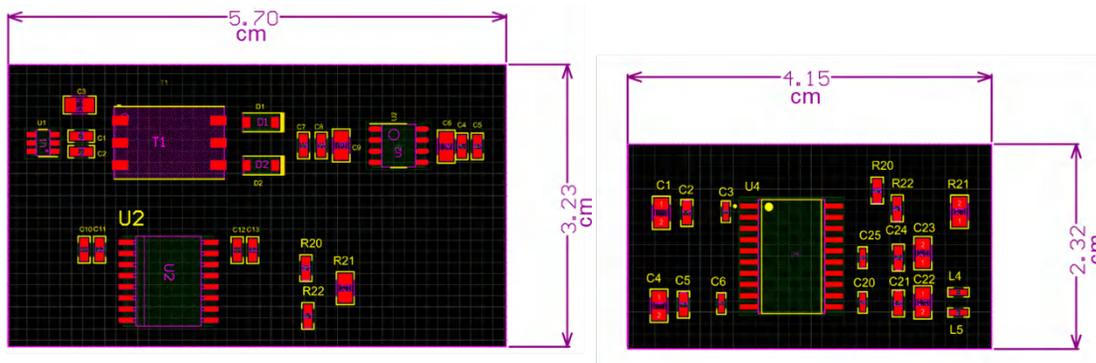

図 3. 分離 (左) と統合型 (右) の絶縁型 RS-485 サブシステムの基板面積の比較
- **基板面積の削減。** シングルチップ・ソリューションの主な利点の 1 つは、他の分離実装に比べて基板面積を削減できることです。システム設計者がソリューション・サイズの縮小や、製品の新世代ごとに機能を追加することを求めている場合、絶縁型 RS-485 用のシングルチップ・ソリューションを組み込むことで、図 3 に示すように、基板面積を 48% 削減できます。